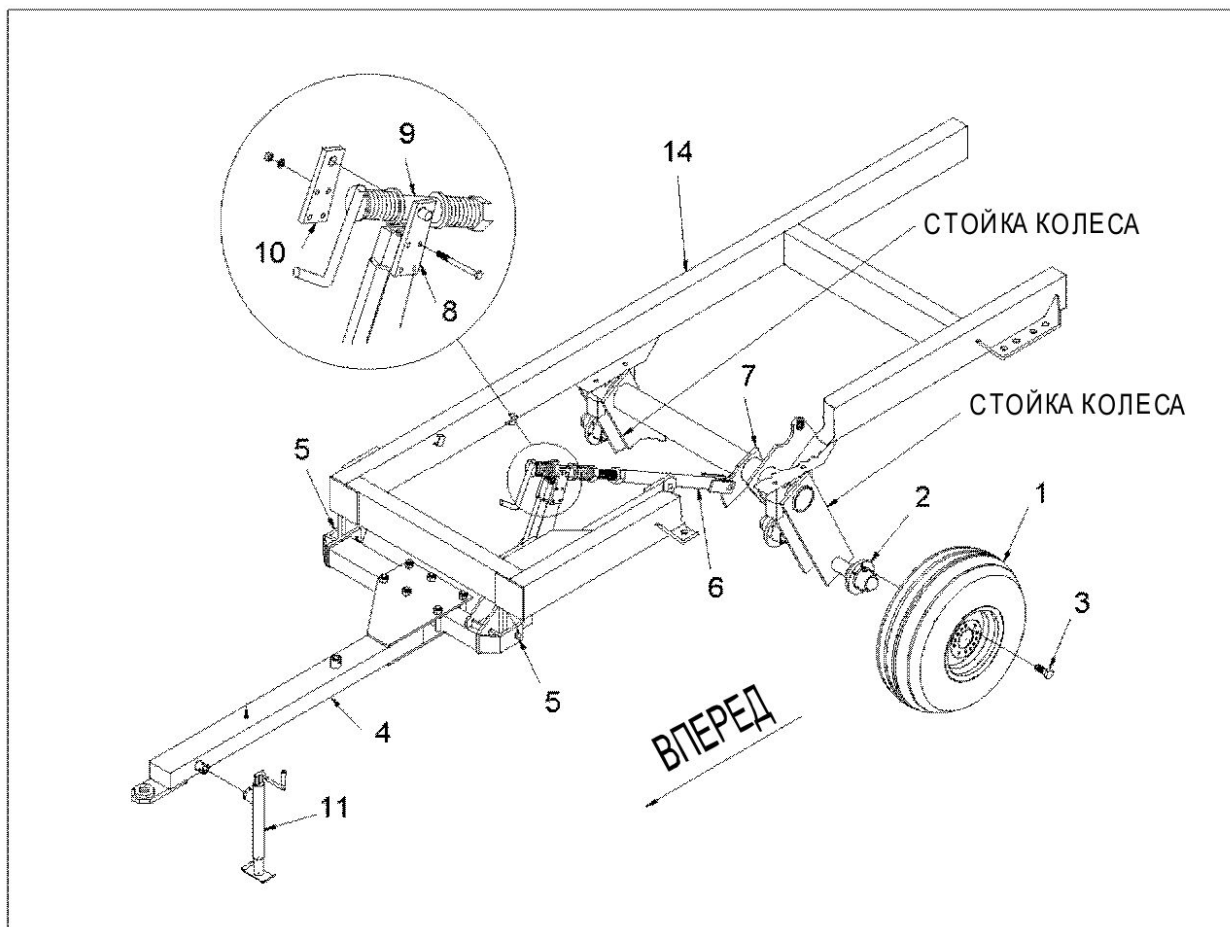

Рис. 2 Сборка бороны
2. Прикрепить болтами колёса в сборе 1 (рис. 2), к ступице 2 с каждой стороны каждой стойки колеса при помощи 6(шести) колесных болтов 3 (Требуется установить четыре (4) колеса). Затянуть колесные болты усилием 203Нм. Проверить и при необходимости подкачать шины до номинального давления (0,58МПа).
3. Собрать сницу 4 и перемычку, как показано на рис. 2, и присоединить их к двум проушинам 5 на раме. Присоединить двумя осями и зашплинтовать их.
4. Установить регулятор выравнивания 6 (рис. 2) следующим образом.
6. Смонтировать опору 11 (рис. 2), на круглой трубе с левой стороны сницы.